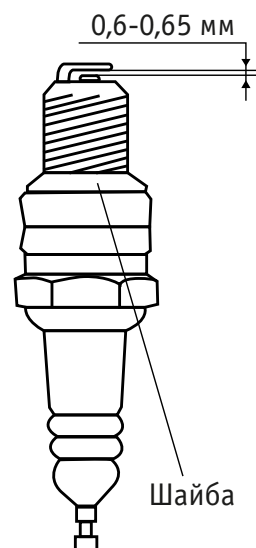

Рис. 12
4. Измерьте зазор между электродами свечи специальным щупом. Зазор должен быть 0,6-0,65 мм (**рис. 12**). При увеличении или уменьшении требуемого зазора рекомендуется заменить свечу, так как регулировка зазора может привести к изменению качества искрообразования.